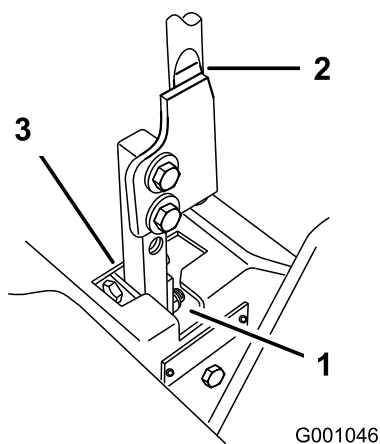

Figure 60
5. Placez le levier au point mort, sans le verrouiller (Figure 60).
6. Tirez le levier en arrière jusqu'à ce que l'axe (situé sur le bras au-dessous de l'axe de pivot) touche l'extrémité de la fente (c.-à-d. commence juste à appuyer sur le ressort) (Figure 60).
7. Vérifiez la position du levier par rapport au cran de la console (Figure 60). Il doit être centré de façon à